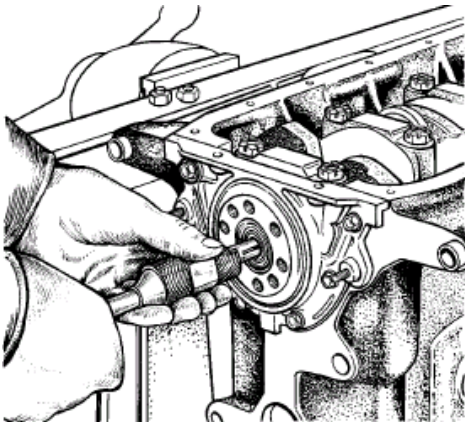
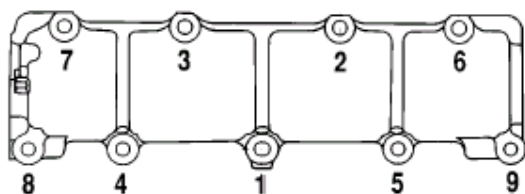
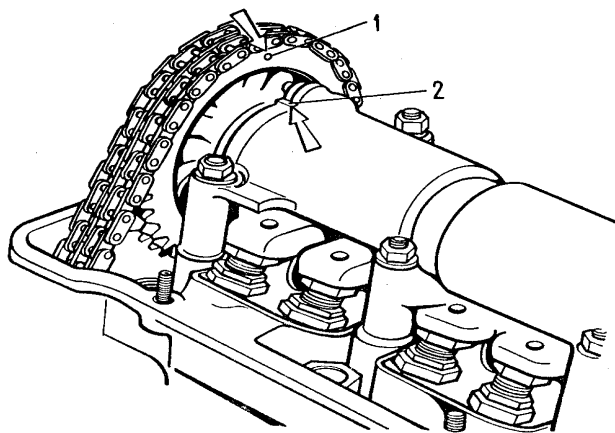

Fig. 2-11. Remoción del cojinete del árbol de la caja de cambios del cigüeñal con ayuda del botador A.40006
Fig. 2-18. Orden de apriete de las tuercas del cuerpo de los cojinetes del árbol de levas
Fig. 2-19. Verificación de la coincidencia de la referencia de instalación en la estrella del árbol de levas con la referencia en el cuerpo de los cojinetes:
Con el botador A.40006 sacar del alojamiento en el cigüeñal (fig.2-11) el cojinete del árbol primario de la caja de cambios.
Instalar la estrella en el árbol de levas armado con el cuerpo de los cojinetes, y girar el árbol de manera que la señal en la estrella se encuentre frente a la señal en el cuerpo de los cojinetes (véase fig.2-19). Quitar la estrella y, sin cambiar la posición del árbol, instalar el cuerpo de los cojinetes en la culata de los cilindros y fijarla apretando las tuercas por un orden determinado (fig.2-18).
- poner la cadena en la estrella del árbol de levas e introducirla en la cavidad del accionamiento, en esto la estrella se debe instalar de manera que la señal en esta coincida con la señal en el cuerpo de los cojinetes (fig.2-19). El tornillo de la estrella
- dar dos vueltas al cigüeñal en dirección de rotación con el fin de asegurar el tensado conveniente de la cadena; comprobar la coincidencia de las señales en las estrellas con las señales en el bloque de cilindros (fig.2-11) y en el cuerpo de los cojinetes (fig.2-19);